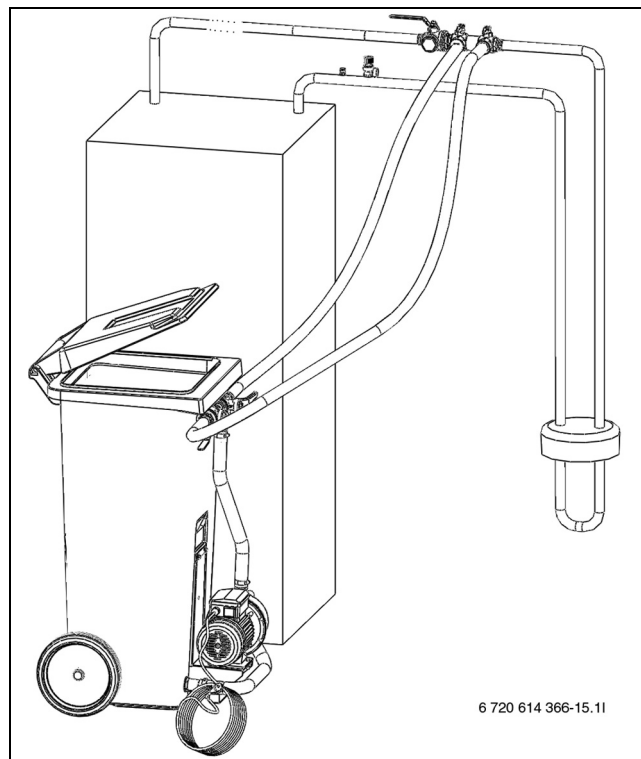

Fig. 24 Fyldning med fyldestation
- ▶ Slut to slanger til mellem fyldestationen og fyldeanordningen (→ fig. 24).